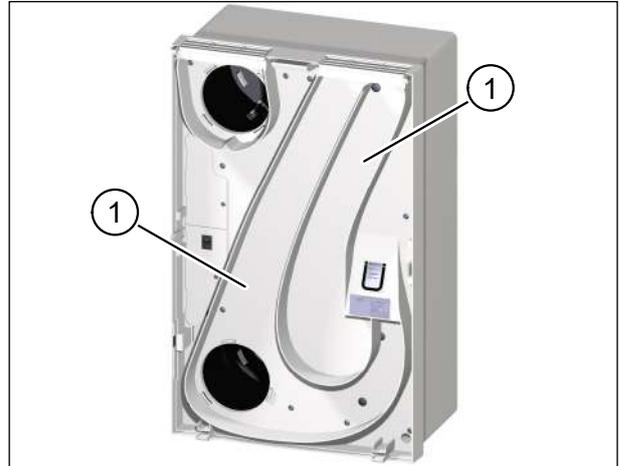

Abb. 14: Zuluftkanäle auf Zwischenplatte reinigen
- Reinigen Sie die Zuluftkanäle (Pos. 1 in Abb. 14) auf der Zwischenplatte mit einem feuchten Tuch und milder Seifenlauge.